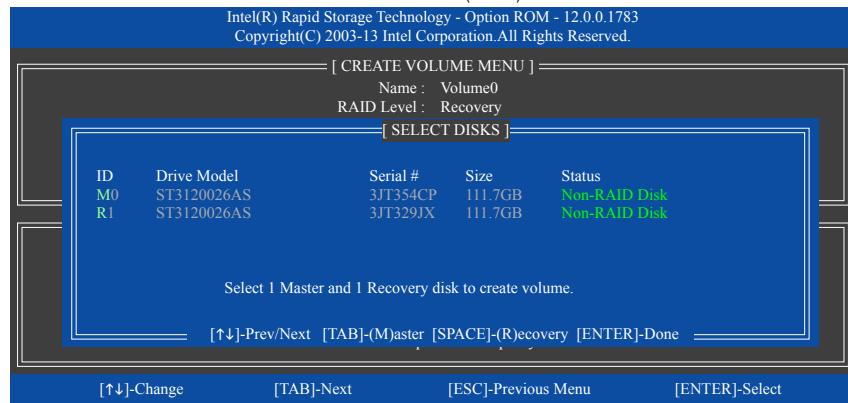

図 17
**Select Disks** アイテムの下で、<Enter>を押します。**SELECT DISKS** ボックスで、マスタードライブに対して使用するハードドライブには<Tab>を押し、リカバリドライブに対して使用するハードドライブには <Space> を押します。(リカバリドライブの容量がマスタードライブの容量より大きいことを確認してください)<Enter>を押して確認します(図 17)。